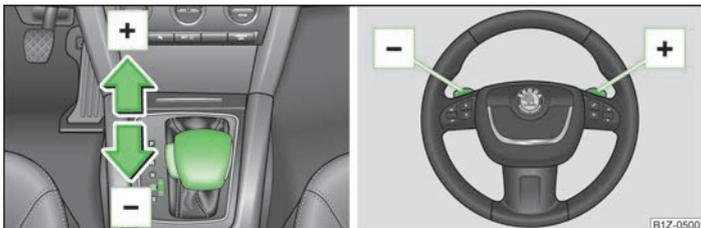

Fig. 103 Palanca selectora y volante multifunción
- Presionar ligeramente la palanca selectora hacia adelante **+** » fig. 103.
- Presionar ligeramente la palanca selectora hacia atrás **-** » fig. 103.